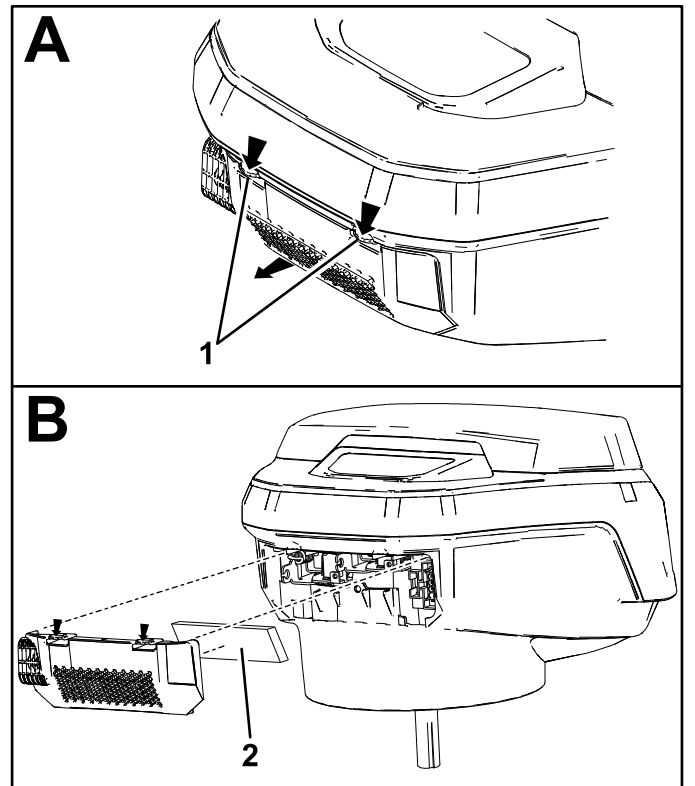

Figure 25
2. Déclipsez et retirez le couvercle et le filtre en mousse. Nettoyez chacun soigneusement (Figure 25).